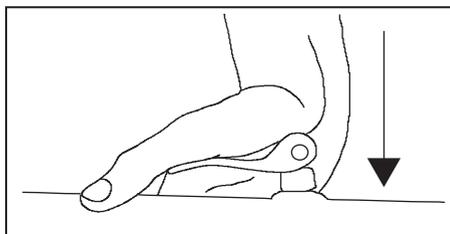

Рис. 12: Открыть быстроразъемный зажим и удерживать его в нажатом положении
5. Удерживая колесо рукой, нажать и удерживать быстроразъемный зажим в открытом положении (Рис. 12).